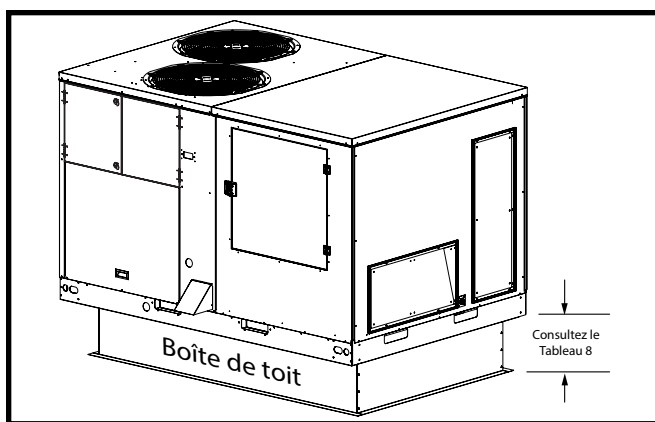

Figure 6. Boîte de toit
- Une boîte de toit accessoire appropriée (Figure 6 \(page 9\)) doit être installée avant l'installation de l'appareil. Voyez l'offre de hauteur de bordure de toit disponible dans la documentation d'entretien ventes. La boîte de toit doit être à l'équerre et de niveau pour assurer un drainage approprié de la condensation. **Veuillez suivre les directives fournies avec la trousse.**